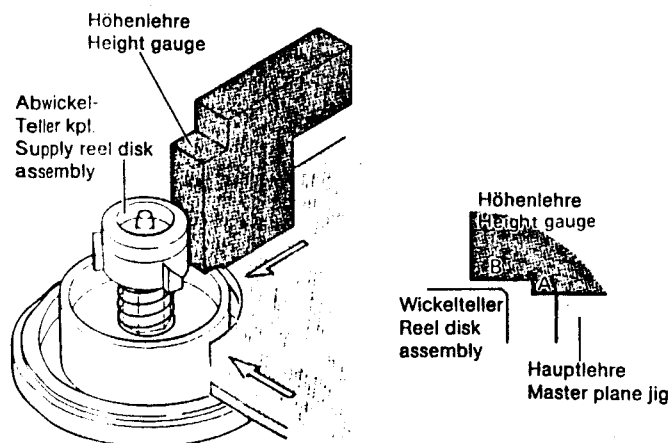

Fig. 4.12 Wickelteller-Höhe einstellen
2. Mit der Höhenlehre an zwei Punkten überprüfen, ob die Höhe der Wickelteller zwischen den Aussparungen A und B liegt (Fig. 4.12).
2. Check with the height gauge at two points whether the height of the reel disk lies between planes A and B (Fig. 4.12).